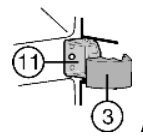

Fig. 18
- ▶ Наденьте на средний кронштейн Fig. 18 (11) крышку Fig. 18 (3).